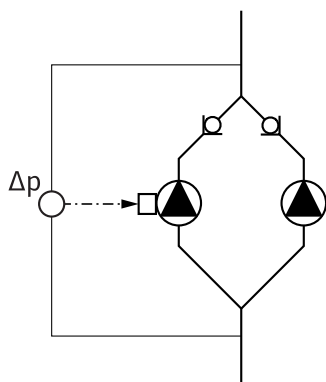

Fig. 18: Exempel, anslutning differenstrycksgivare
- I exemplet i fig. 18 är masterpumpen är den vänstra i flödesriktningen. På den pumpen ansluts differenstrycksgivaren.
- Mätpunkterna på masterpumpens differenstrycksgivare måste ligga i sammelflöret på sug- och trycksidan på tvillingpumpanläggningen (fig. 18).